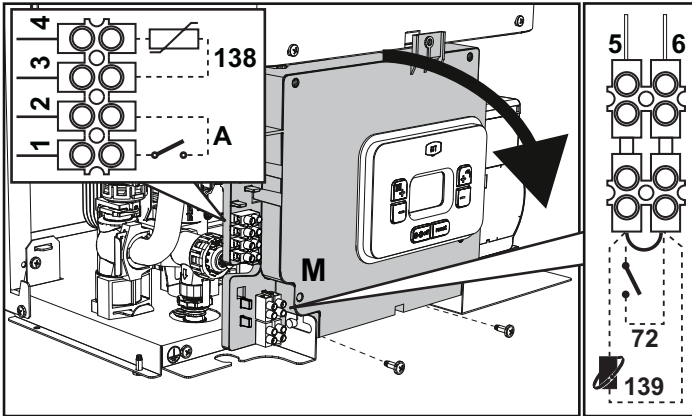
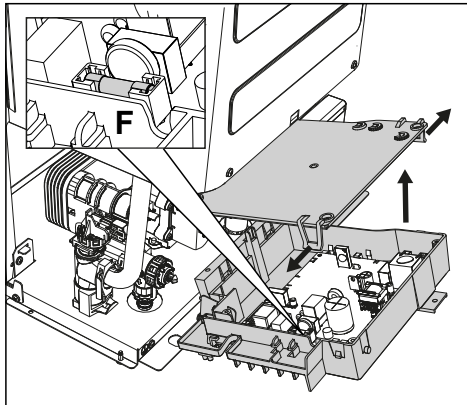

fig. 18
fig. 19
După ce ați scos panoul frontal (*** 'Deschiderea panoului frontal' on page 117 ***) veți putea avea acces la panoul de borne (M) și la siguranța (F) urmând indicațiile descrise în continuare (fig. 18 și fig. 19). **Bornele indicate în fig. 18 trebuie să aibă contactele curate (nu 230 V).** Dispunerea bornelor pentru diferitele conexiuni este indicată și în diagrama electrică din fig. 39.
Configurarea întrerupătorului ON/OFF (A fig. 19)